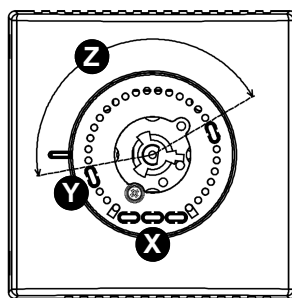

Fig. 11 / Рис. 11.
2. Extraer los interruptores de correa mecánicos (X) ubicados al lado del asiento del mando y posicionarlos (Y) como en el ejemplo de la Fig. 11.
2. Retirar os pinos (X) e posicioná-los (Y) como no exemplo da Fig. 11.
2. Вынуть механические ограничители (X), установленные сбоку гнезда ручки и установить их (Y) как указано на рис. 11.
2. Prelevare i cavalieri meccanici (X) parcheggiati a lato della sede manopola e posizzarli (Y) come nell'esempio di Fig. 11.
2. Pick up the plastic pins (X) parked at one side of the knob area and set them (Y) as in the example of Fig. 11.
2. Retirer les cavaliers mécaniques (X) et les positionner (Y) comme dans l'exemple de la Fig. 11.
2. Die Reiter aus Kunststoff (X) herausnehmen, die sich auf der Seite des Drehgriffsitzes befinden und sie laut Beispiel Fig. 11 anordnen (Y).
- Auf diese Weise ist der Drehungsbereich (Z) wie im dargestellten Bogen begrenzt.